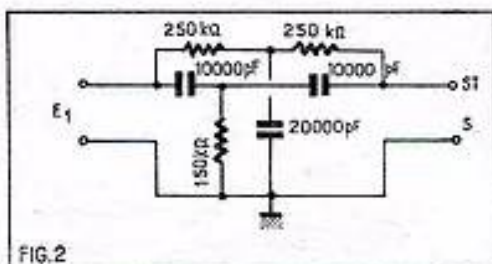
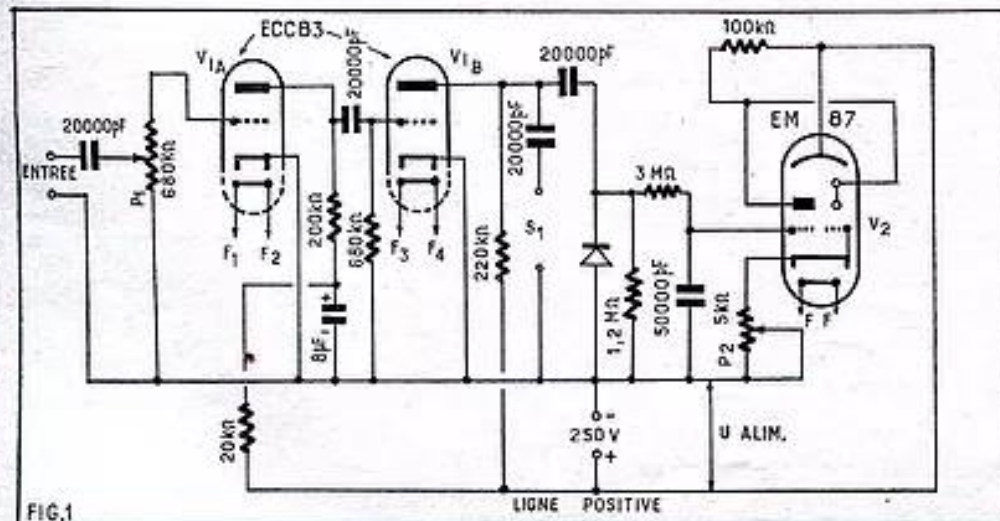
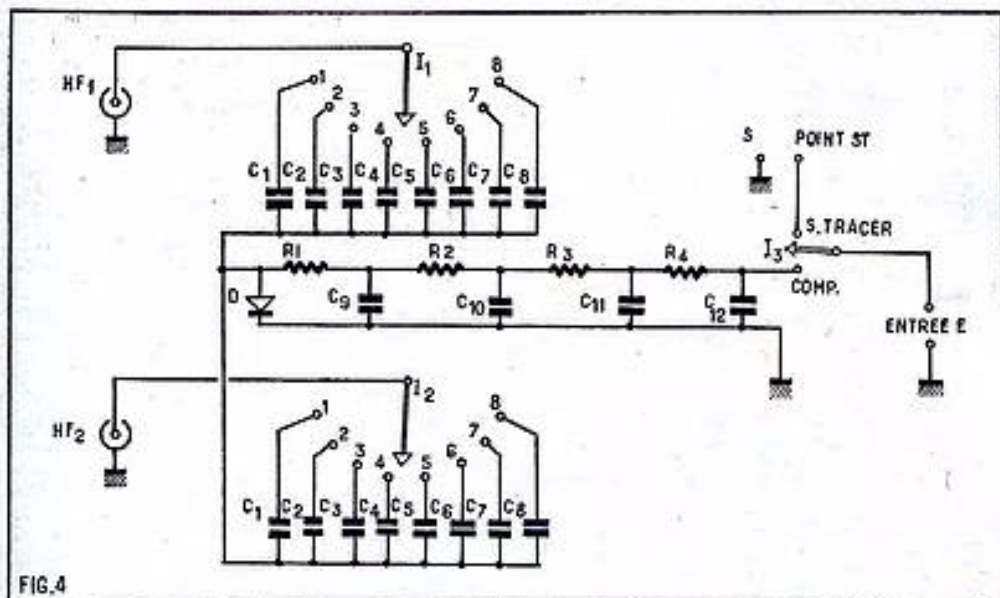
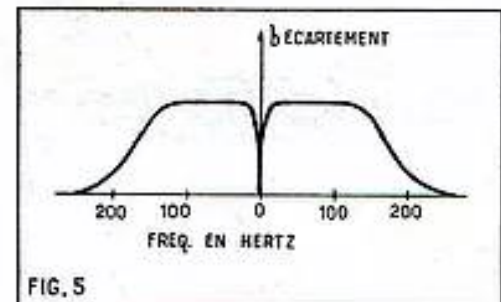

FIG. 2
FIG. 1
FIG. 4
FIG. 5
Dans ce cas, celui-ci amènera le signal à faible niveau au niveau plus élevé permettant d'agir sur le tube EM87 comme nous l'avons montré dans notre précédente étude. Nous donnons à la figure 1 le schéma de l'amplificateur et de l'indicateur. Le signal est appliqué aux bornes entrée dont l'une est à la ligne de masse et l'autre isolée par un condensateur de 20 000 pF du potentiomètre et de la grille du premier tube.
Ce montage, dont toutes les valeurs des éléments sont indiquées sur le schéma de la figure 1, convient pour des signaux BF et même de fréquence plus élevée, pouvant atteindre 50 kHz.
Un filtre 50 Hz peut précéder l'entrée. Il se compose d'un double T dont le schéma est donné par la figure 2. L'ensemble des deux figures 1 et 2, représente un schéma de signal-tracer extrêmement sensible pouvant être utilisé en dépannage, mise au point et autres applications.
On peut réaliser un comparateur de fréquences en utilisant comme indicateur le montage de la figure 1 (à l'exclusion de celui de la fig. 2) auquel on associera le dispositif de la figure 4.
L'appareil ainsi constitué peut être combiné avec le signal tracer de la manière suivante : pour les deux, on prévoit le montage amplificateur et indicateur de la figure 1 précédé du commutateur I_1 indiqué sur la figure 4. En position « Comp » l'entrée E reçoit le signal du comparateur de fréquence tandis qu'en position S tracer, il reçoit le signal de la sortie S du filtre de la figure 2 qui doit précéder l'amplificateur pour constituer un signal tracer ou d'autres montages analogues. Revenons au comparateur de fréquences dont le schéma est donné à la figure 4.
a) générateur G réglé sur f_0 et 20 mV, branché à l'entrée HF1 du dispositif mélangeur de la figure 4 ;
c) le mélangeur M de la figure 4 ;
d) l'amplificateur et l'indicateur (fig. 1) avec le commutateur I_3 en position « Comp » ;
Considérons la courbe de la figure 5 et tenons compte de la présence du filtre passe-bas du mélangeur de la figure 4.
La courbe de la figure 5 montre que : 1° Si $\Delta f = f - f_0$ ou $f_0 - f$ est supérieure à 200 Hz, l'écartement b est nul autrement dit, les bords des deux rectangles lumineux de l'indicateur EM87 se rejoignent car le filtre passe-bas ne laisse passer que les signaux de fréquence inférieure à 200 Hz. Dans notre exemple, on a, avant de procéder au réglage de f , une différence $\Delta f = f - f_0 =$